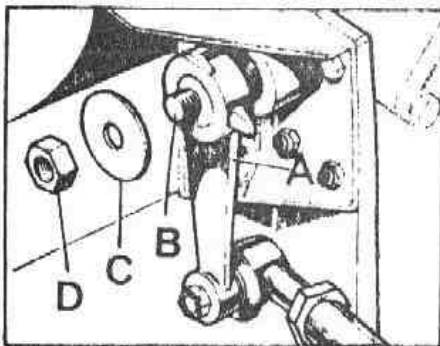

Fig. G-32 Elementos de fijación de la bieleta de la caja de dirección
- 2.10. Fijar la bieleta, A (Fig. G-32) al eje, B, de la caja de dirección. Montar, - pero sin apretar en esta fase, la arandela de freno, C, y la tuerca, D.
- 2.11. Comprobar el funcionamiento correcto de la dirección en todo su recorrido. Si fuese necesario, se ajustará la longitud de la barra longitudinal o la posición de la bieleta sobre el eje de la caja de dirección (Fig. G-32). -- Apretar la tuerca de la bieleta a una tensión de 8,5 á 11 mkg, frenándola - con la arandela.